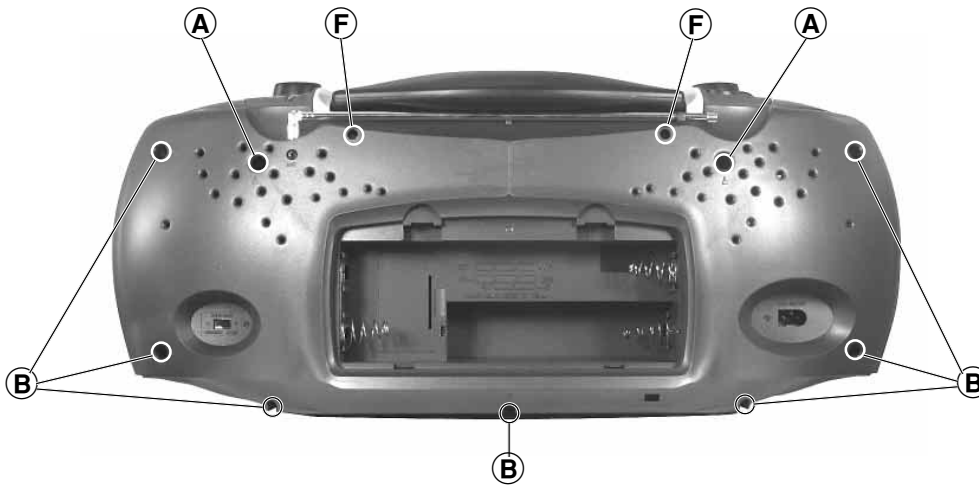
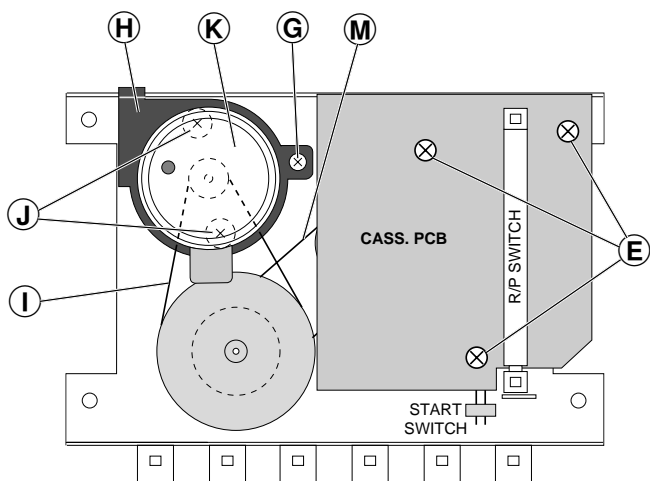
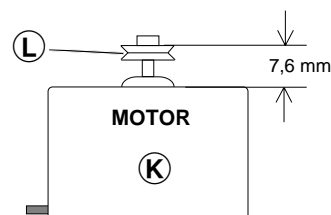
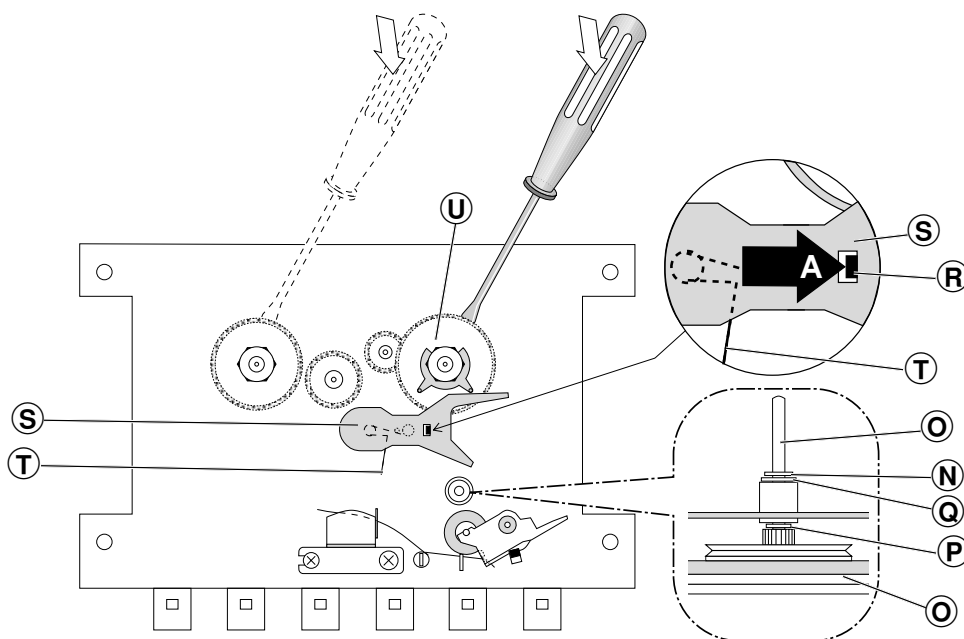

Fig. 1
Fig. 4
Fig. 5
Fig. 6
- 2 Schrauben **A** (lang) und 7 Schrauben **B** (kurz) herausdrehen (Fig. 1).
- Undo 2 screws **A** (long) and 7 screws **B** (short) (Fig. 1).
3. Motor ausbauen, (Fig. 4 und 5)
- Schraube ⑥ herausdrehen.
- Motorhalter ⑧ (mit Motor) und Riemen ① abnehmen.
- Zwei Schrauben ② herausdrehen, Motor ③ (Einbaulage beachten) abnehmen und Motorzuleitungen ablöten (evtl. markieren).
- Vor dem Zusammenbau ist der Abstand zwischen der Oberkante der Riemenscheibe ④ und dem Motor ③ zu überprüfen (Fig. 5).
3. Removing the Motor, (Figs. 4 and 5)
- Undo the screw ⑥.
- Remove the motor holder ⑧ (with the motor) and the belt ①.
- Undo two screws ②, take out the motor ③ (note the motor mounting position) and unsolder the motor connecting leads (mark them, if necessary).
- Before refitting the motor, check the distance between the upper edge of the pulley ④ and the motor ③ (Fig. 5).
- 3 Schrauben ⑤ (Fig. 4) herausdrehen und CASS. PCB abnehmen.
- Riemen ③ und ① abnehmen (Fig. 4).
- Sperrscheibe ⑦ (Fig. 6) von der Tonwellenachse abziehen.
- Schwungscheibe ⑧ mit der Tonwelle aus dem Schwungscheibenlager herausnehmen. Achten Sie dabei auf die beiden Scheiben ⑨ und ⑩ (Fig. 6).
5. Vorlauf-Wickelteller ausbauen (Fig. 6)
- Rastnase ⑪ in Pfeilrichtung A drücken und Hebel ⑫ abnehmen, achten Sie dabei auf die Schenkelfeder ⑬.
- Vorlauf-Wickelteller ⑭ mit einem Schraubendreher abhebeln.
- Undo 3 screws ⑤ (Fig. 4) and remove the CASS. PCB.
- Remove the drive belts ③ and ① (Fig. 4).
- Remove the locking disc ⑦ (Fig. 6) from the capstan.
- Remove flywheel ⑧ complete with capstan from flywheel bearing. Take care of the two washers ⑨ and ⑩ (Fig. 6).
5. Dismantling of Spool Carrier -forward wind- (Fig. 6)
- Push the catch ⑪ in the direction of arrow A and take off lever ⑫, take care of leg spring ⑬.
- Lift off the spool carrier ⑭ (forward wind) by means of a screw driver.
6. Chassis ausbauen, (Fig. 1 und 7)
- 2 Schrauben (F) herausdrehen (Fig. 1).
6. Removing the Chassis, (Fig. 1 and 7)
- Undo 2 screws (F) (Fig. 1).